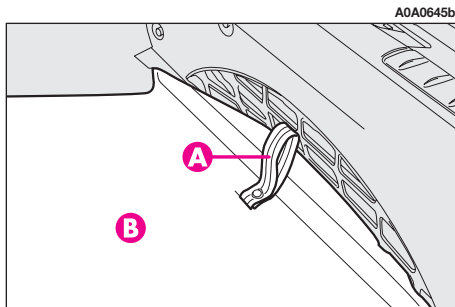

fig. 2
– Mediante la maniglia (**A-fig.2**) rimuovere il preformato di rivestimento rigido (**B**).